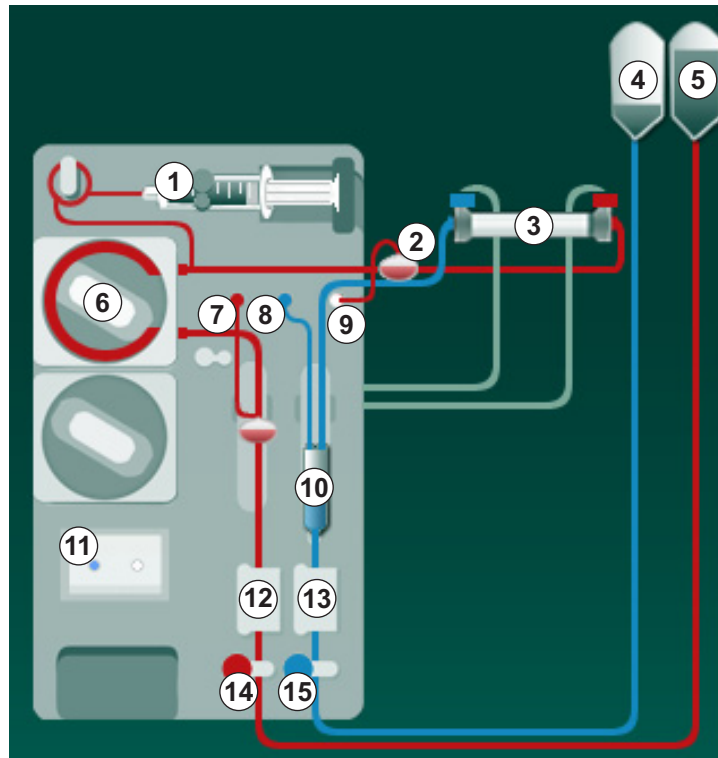

Fig. 5-8 Inserimento del sistema di linee ematiche per il priming con sacca
2. Collegare al dializzatore i relativi raccordi provenienti dal ponte di lavaggio (Fig. 5-8 Inserimento del sistema di linee ematiche per il priming con sacca (102), ③) non appena l'apparecchiatura lo richiede. Rispettare il codice colore: